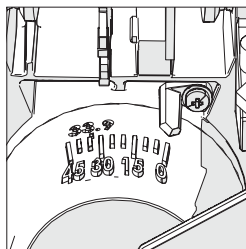

Fig. 8
- Asigurați-vă că capul de tăiere este la verticală, lipit de limita superioară și că indicatorul de unghi arată 0° pe cadran (Fig. 8).